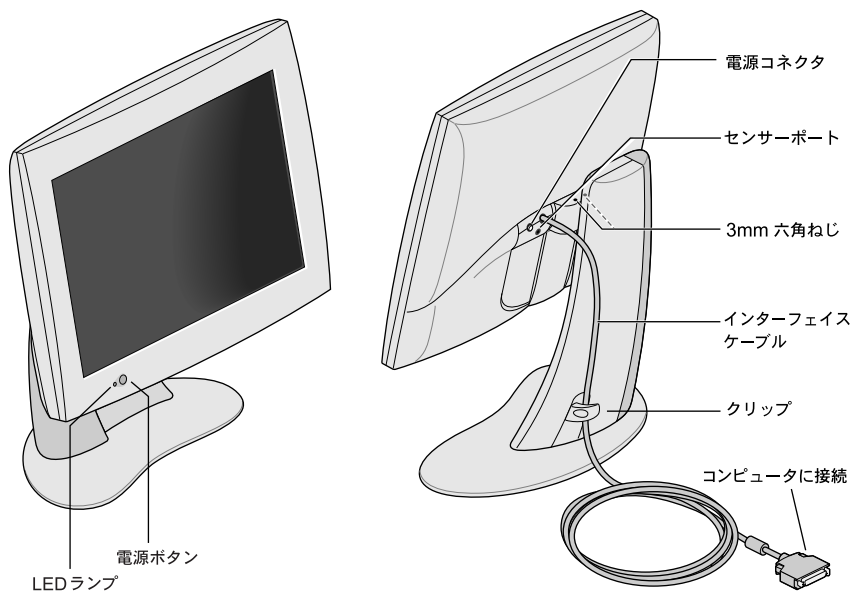

図 1-1 フラットパネルモニタの正面および背面
フラットパネルモニタの各部について理解しておく必要があります。図 1-1 はモニタの各部名称を示しています。
2. フラットパネルモニタのインターフェイスケーブルをコンピュータの正しいコネクタに接続します (図 1-1 参照)。コンピュータのユーザーズガイドも参照してください。
3. インターフェイスケーブルをスタンドの背面にあるクリップに引っかけます (図 1-1 参照)。
フラットパネルモニタの電源を投入するには、正面にある電源ボタンを押します。この電源ボタンの位置については、図 1-1 を参照してください。システムからモニタに信号が送信されると、モニタの左下にある LED ランプが緑色に点灯します。
フラットパネルモニタの電源を切断するには、モニタ正面の電源ボタンを押します (図 1-1 参照)。数時間以上モニタから離れる場合は、常にモニタの電源を切断してください。モニタのバックライトランプの寿命をかなりのばすことができます。
フラットパネルモニタにはセンサーポートが装備されています。このセンサーポートは、直径 3.5 mm のジャックで、電源コネクタとインターフェイスケーブルの下にあります（図 1-1 参照）。